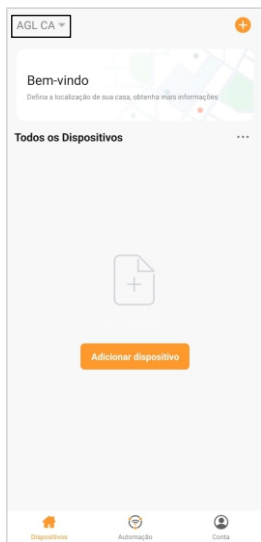

Figura 1
1. No aplicativo **“AGL Home”**, no canto superior esquerdo, clique sobre a **“seta para baixo”**(figura 1).